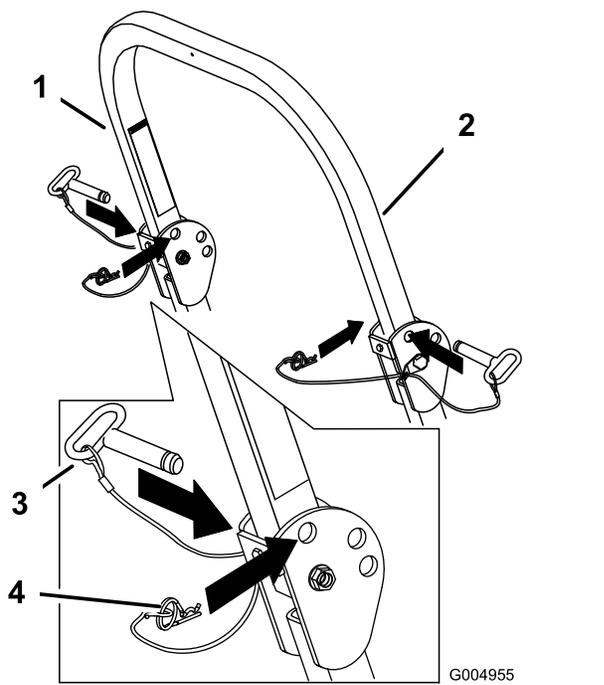

Figura 9
1. Îndepărtați tifturile în formă de agrafă i îndepărtați cele două tifturi (Figura 9).
3. Montați cele două tifturi i fixați-le cu tifturile în formă de agrafă (Figura 9).
2. Ridicați bara antiruliu în poziția verticală, montați cele două i fixați-le cu tifturile în formă de agrafă (Figura 9).